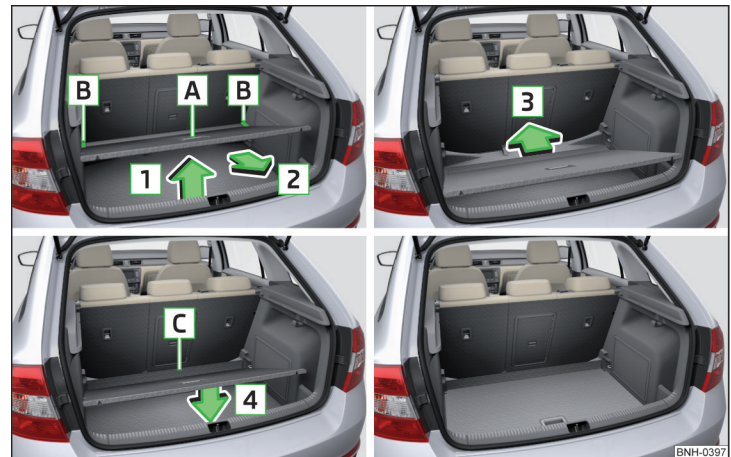

Fig. 93 Ajustar el suelo de carga variable en la posición inferior
- Agarrar el suelo de carga variable por el agarradero **A** » fig. 93.